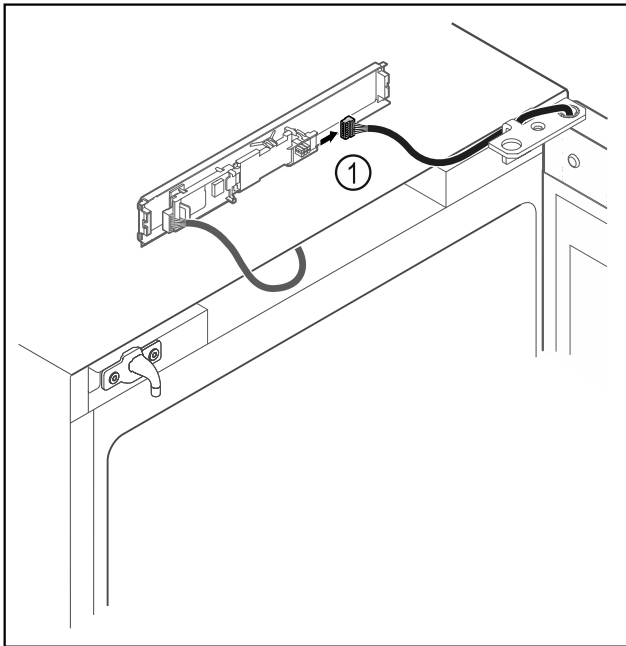

Fig. 15
- Stecker Fig. 15 (1) von Platine abstecken.